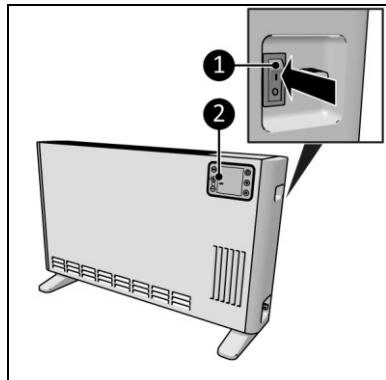

Abbildung 13
1. Stellen Sie den EIN/AUS-Schalter auf EIN (Abbildung 13, Pos. 1).
2. Das Display (Abbildung 13, Pos. 2) zeigt OFF an.